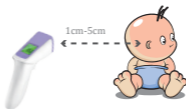

Abb. 3: Zur Messung hinter die Ohren richten
- Wenn die Stirntemperatur aus irgendeinem Grund niedrig ist, können Sie versuchen, hinter dem Ohr zu messen. Siehe Abbildung 3.